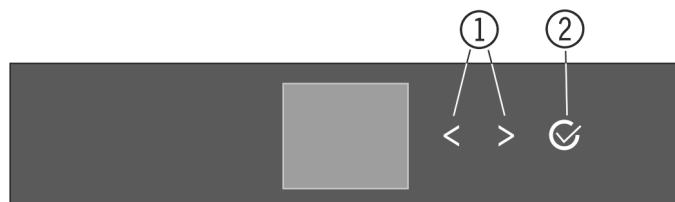
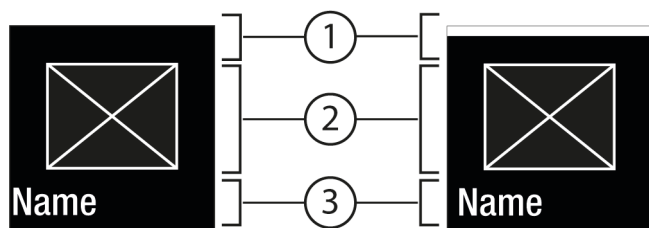
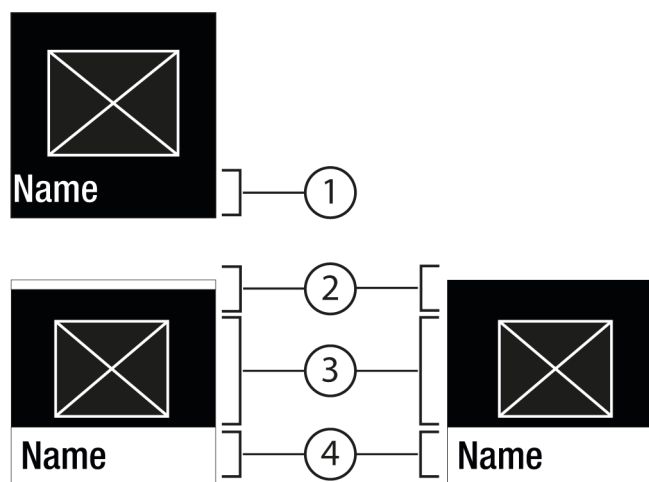

Fig. 5
Fig. 6
Fig. 7
(1) Flèche de navigation vers la gauche / droite
(2) Confirmer
Flèche de navigation vers la gauche / droite Fig. 5 (1) :
Confirmer Fig. 5 (2) :
- Naviguer avec la flèche de navigation vers la gauche / la droite Fig. 5 (1).
- Avec Confirmer Fig. 5 (2), appeler le sous-menu Fig. 7 (4).
- Régler une nouvelle valeur : Avec Confirmer Fig. 5 (2), sélectionner une valeur désactivée Fig. 6 (1).
- Retour au menu : Avec Confirmer Fig. 5 (2), sélectionner la valeur déjà activée Fig. 6 (2).
- Appuyer sur les flèches de navigation Fig. 5 (1) autant de fois que nécessaire pour afficher la fonction .
- Appuyer sur Confirmer Fig. 5 (2).
- Appuyer sur les flèches de navigation Fig. 5 (1) autant de fois que nécessaire pour afficher la fonction.
- Sélectionner la valeur de réglage à l'aide des flèches de navigation Fig. 5 (1).
- ▷ Status : activé *Fig. 6 (1)* s'affiche brièvement dans le sous-menu *Fig. 7 (4)*.
- ▷ Appuyer sur les flèches de navigation *Fig. 5 (1)* autant de fois que nécessaire jusqu'à ce que les réglages  s'affichent.
- ▷ Appuyer sur Confirmer *Fig. 5 (2)*.
- ▷ Appuyer sur les flèches de navigation *Fig. 5 (1)* autant de fois que nécessaire pour afficher le réglage souhaité.
- ▷ Appuyer sur Confirmer *Fig. 5 (2)* et laisser enfoncé 3 secondes.